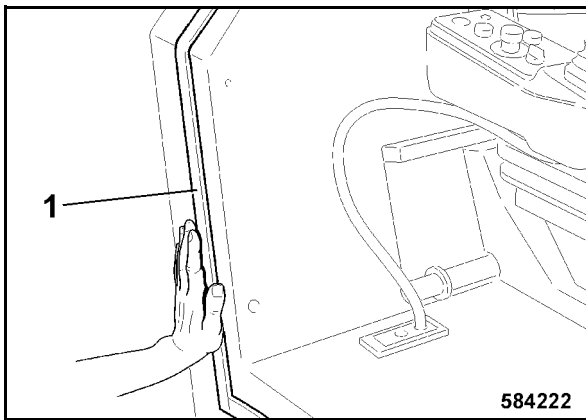

Bild 169
- Liimaa mukana toimitettu tiivistenauha 1 (Bild 169) ohjaamon reunaan.